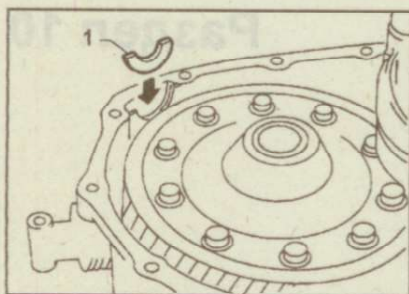

Рис. 9.276. Установка магнита (1) в картер сцепления
17. Установите магнит в картер сцепления (рис. 9.276).